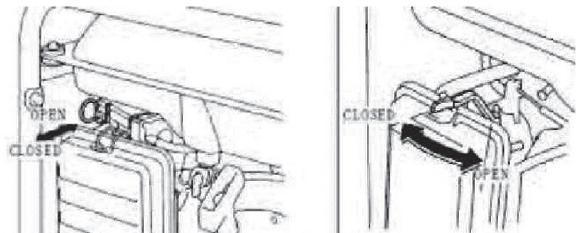

Рис. 5
- Переведите рычаг заслонки в положение «Запуск» (только при холодном двигателе)(Рис. 5).